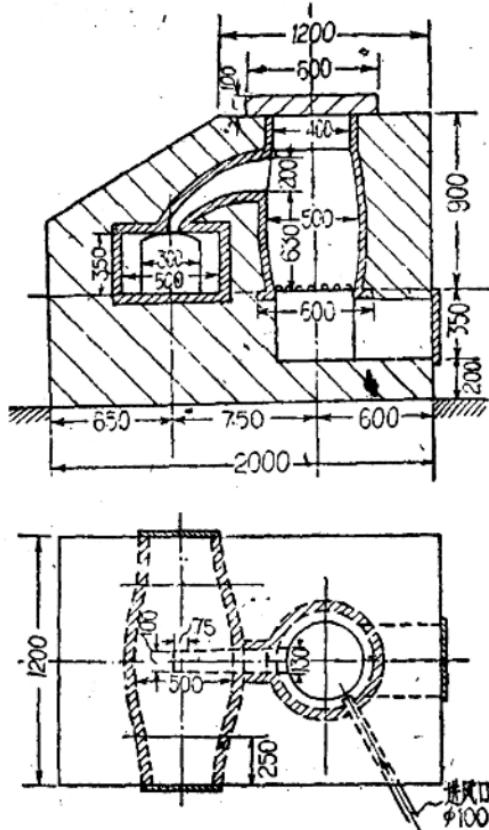

图7 两面炒钢的反射炉
- (1)从熔池两边炒钢，钢炒得均匀了，就不会结底。
- (2)因为能够两边同时操作，降低了劳动强度。
- (3)修理熔池比较方便，对延长炉龄有好处。
(4)两面炒钢，熔池的容积可以增大，钢的产量因此可以增加(图7)。